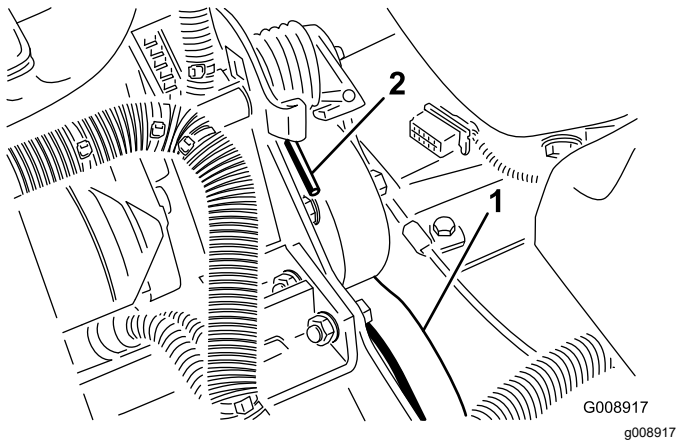

图 74
- 上下按动弹簧的端部 (图 74) 将其从支架上解开释放弹簧上的张力。